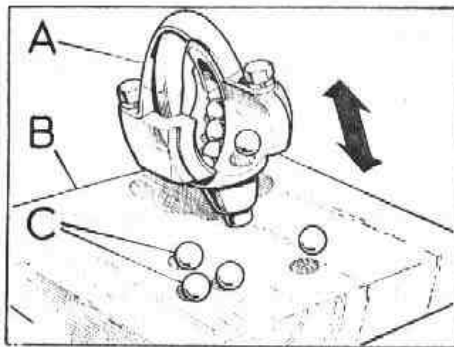

Fig. G-38 Extracción de las bolas circulantes
- 1.8. Extraer las doce bolas, C (Fig. G-38), de 3/8" de diámetro que van alojadas en la tuerca y conducto circulante, golpeando la parte superior de la tuerca sobre taco de madera, B.